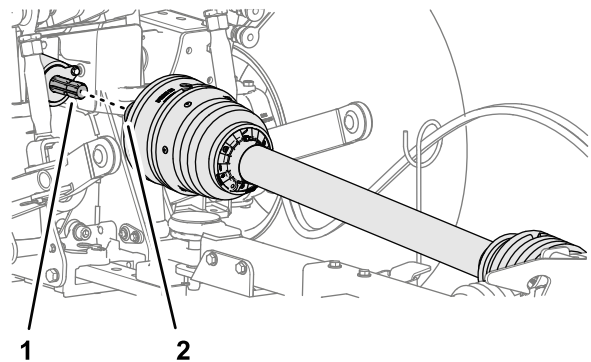

Bild 26
2. Die Schnelltrennkupplung der Antriebswelle mit der Antriebswelle der Zapfwelle (**Bild 26**) ausrichten.